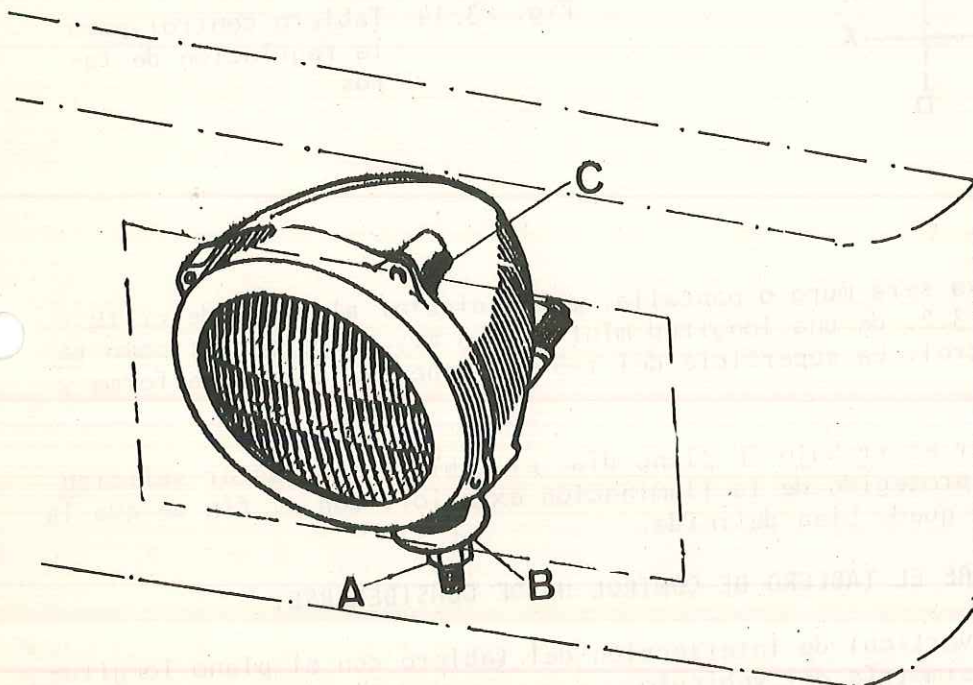

Fig. P3-13 Faros delanteros
- 1.1. Retirar el elemento de fijación, A (Fig. P3-13) y desconectar los terminales de los cables.
- 1.2. Extraer el conjunto faro y desmontar el bisel retirando los elementos de fijación, C (Fig. P3-13).